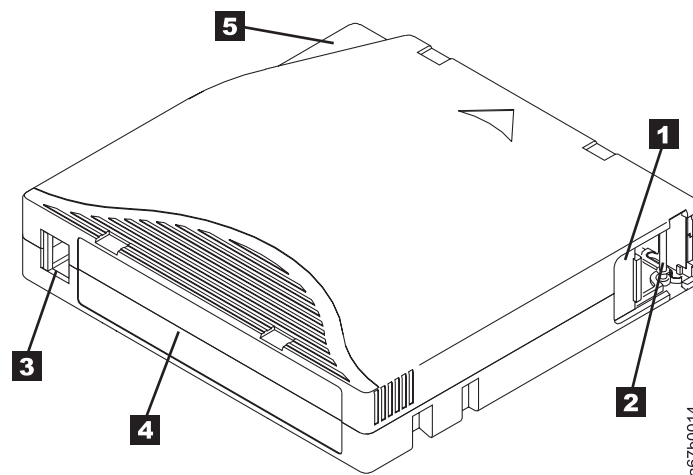

Abbildung 201. IBM LTO Ultrium Datenkassette
In Abb. 201 werden die IBM LTO Ultrium Datenkassette und ihre Komponenten gezeigt.
Die Kassettenklappe (**1** in Abb. 201 auf Seite 215) schützt das Band gegen Verschmutzung, wenn sich die Kassette außerhalb des Laufwerks befindet. Hinter der Klappe ist das Band an einem Bandmitnehmerstift **2** angebracht. Wenn Sie die Kassette in das Laufwerk einlegen, zieht ein Einfädelungsmechanismus den Stift (und das Band) aus der Kassette über den Schreib-/Lesekopf des Laufwerks und auf eine nicht entfernbare Aufrollspule. Der Schreib-/Lesekopf kann dann Daten vom Band lesen oder auf Band schreiben.
Bringen Sie Barcode-Etiketten nur in dem vertieften Etikettbereich an (siehe **4** in Abb. 201 auf Seite 215). Ein Etikett, das über den dafür vorgesehenen Bereich hinausragt, kann zu Ladeproblemen im Kassettenarchiv führen.
- Bringen Sie das Etikett auf dem vertieften Etikettbereich an (siehe **4** in Abb. 201 auf Seite 215).